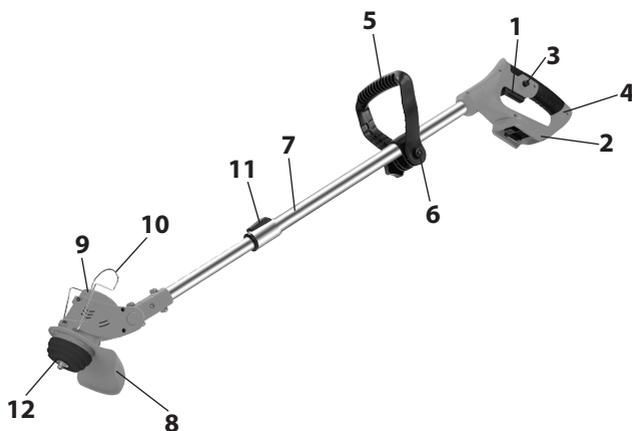

рис.1
3.2 Общий вид триммера представлен на рис. 1
3.3 Аккумуляторный триммер состоит из электродвигателя постоянного тока в пластиковом корпусе (рис.1 поз.9), на который крепятся защитный пластиковый кожух (рис.1 поз.8), металлический ограничитель (рис.1 поз.10), а также вал для установки режущего инструмента (диска, ножа)(рис.1 поз.12). Нижняя часть триммера соединяется телескопической штангой (рис.1 поз.7) с основной рукояткой (рис.1 поз.4), на которой располагаются выключатель (рис.1 поз.1), платформа для подключения аккумулятора (рис.1 поз.2), а также регулируемая дополнительная рукоятка (рис.1 поз.5).
Отрегулируйте телескопическую штангу (рис.1 поз.7) по высоте на удобное для оператора расстояние с помощью клавиши фиксации (рис.1 поз.11), для этого необходимо зажать клавишу фиксации, после чего отрегулировать нужную высоту и зафиксировать это положение, отпустив кнопку в обратной последовательности.
Установите дополнительную рукоятку в удобное положение, ослабив фиксатор регулировки (рис.1 поз.6), после чего зафиксируйте это положение фиксатором регулировки.